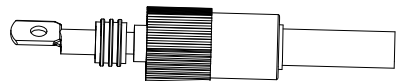

Abbildung 3.5
c) Crimpen Sie die Metallklemme, wie in Abbildung 3.5 gezeigt.